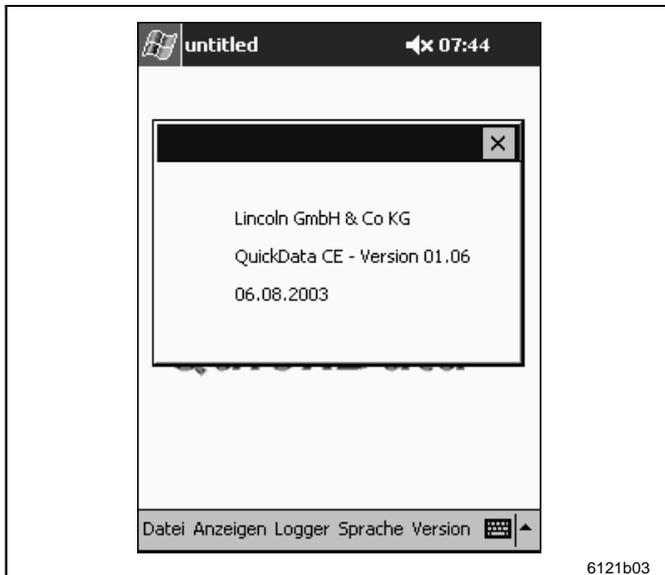

Abb. 25 Software-Version anzeigen
- ➔ Betätigen Sie in der Menüleiste „Version“ (siehe Abb. 25).